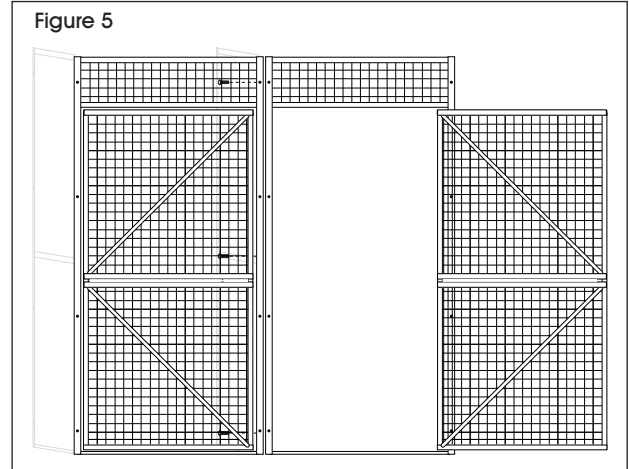

Figure 5
1. Boulonnez le cadre de porte de l'unité complémentaire à celui de l'unité de base en insérant trois longs boulons à tête hexagonale par les trous d'un des cadres de porte, puis dans les trous filetés de l'autre cadre. (Voir Figure 5)